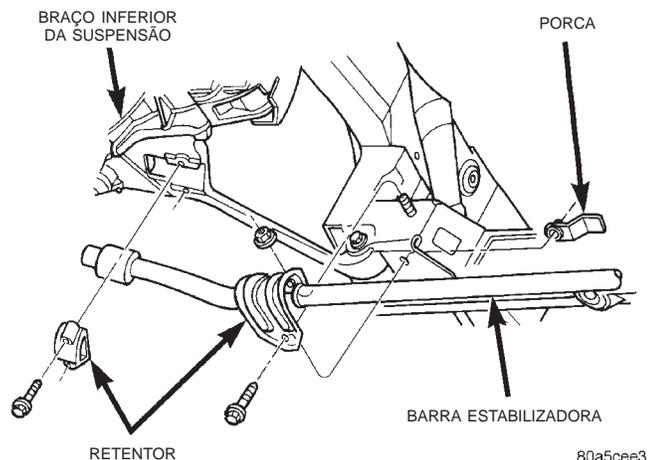

Fig. 17 Barra Estabilizadora
- (1) Remova os parafusos retentores da barra estabilizadora dos braços inferiores da suspensão (Fig. 17) e remova os retentores.
- (2) Remova as porcas retentoras, os parafusos e os retentores da barra estabilizadora da barra transversal do chassi (Fig. 17) e remova a barra.
- (3) Se necessário, remova as buchas da barra estabilizadora.
- (1) Se removidas, instale as buchas na barra estabilizadora.
- (2) Posicione a barra estabilizadora sobre os suportes da barra transversal do chassi e instale os retentores, porcas e parafusos apertando-os manualmente (Fig. 17).